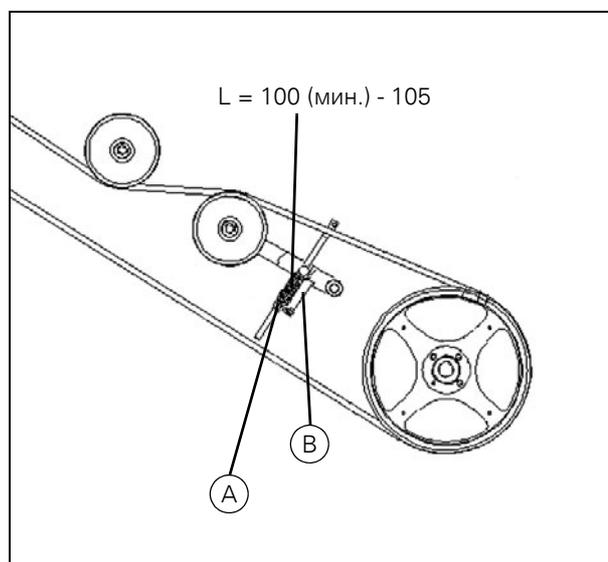

Рисунок 18
5. Отрегулируйте пружину (А) на натяжителе ремня до длины 100 мм и зафиксируйте ее контргайкой. При установке нового ремня пружину можно отрегулировать до 97 мм, так как новый ремень слегка растянется через некоторое время (Рис. 18).